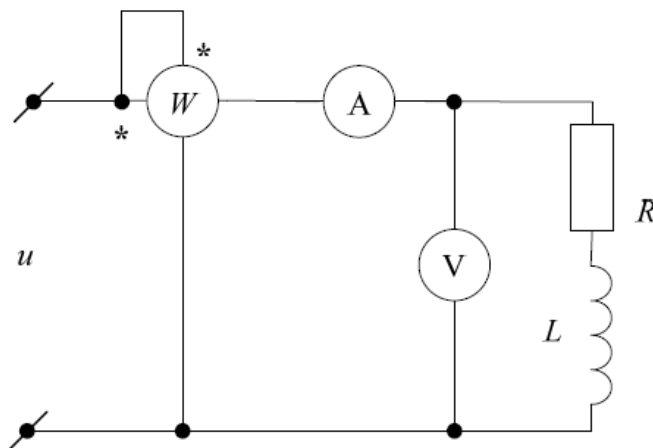

Рис. 28
3.8 Дана схема на рис. 28 переменного тока с частотой 50 Гц. Приборы измерения показывают следующие данные: $U = 90 В$, $I = 2 А$, $P = 127 Вт$. Определить активное сопротивление и индуктивность катушки.